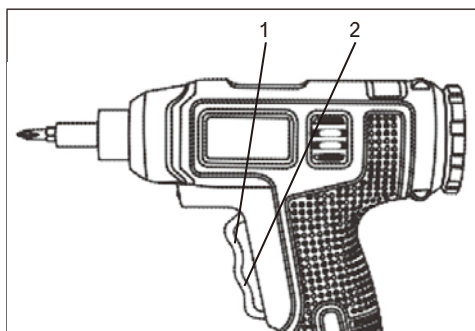

Fig. 5
1. Pour visser, appuyez sur la partie supérieure de l'interrupteur de déclenchement (1) (Fig. 5).